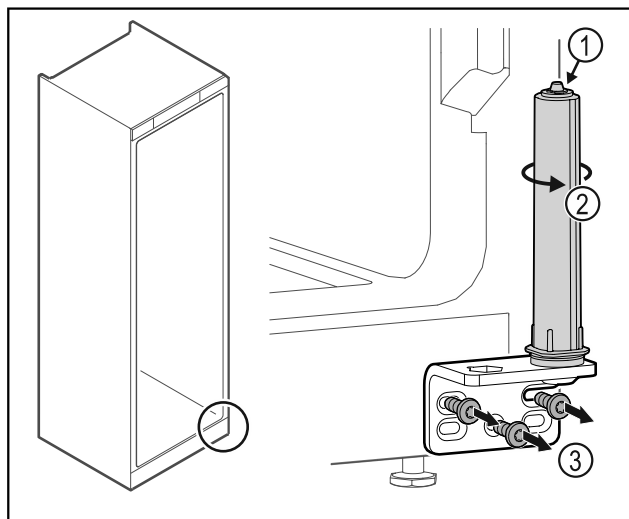

Fig. 51
- Ta inte isär dörrlåssystemet Fig. 51 (1).
- Vrid låssystemet Fig. 51 (2) tills det klickar.
- Skruva av gångjärnsfästet Fig. 51 (3).